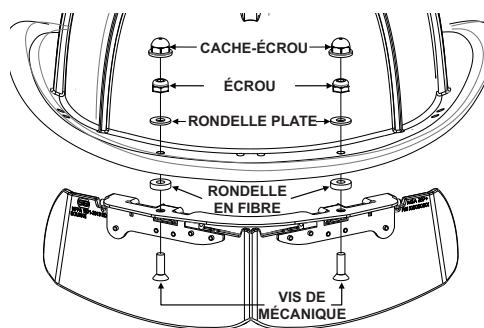
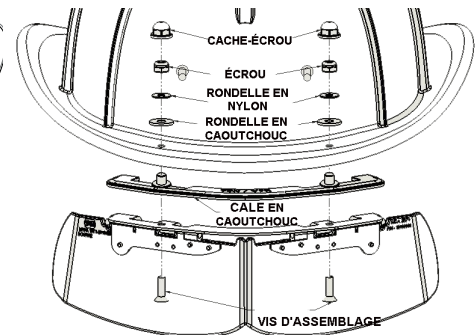

Fig. 5 Montage de la visière Bourke
Fig. 6 Montage de la visière Bourke sur les
- (4) En utilisant la quincaillerie fournie, monter la visière Bourke sur le casque respectif comme illustré aux Fig. 5 et Fig. 6.
- (5) Retirer la pellicule de protection des visières.